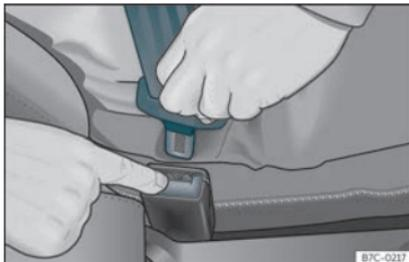

Fig. 10 Relâcher la languette du boîtier de verrouillage la fermeture de la ceinture.
- Appuyez sur la touche rouge sur le boîtier de verrouillage >>> fig. 10. Le pêne sera expulsé du boîtier de verrouillage.